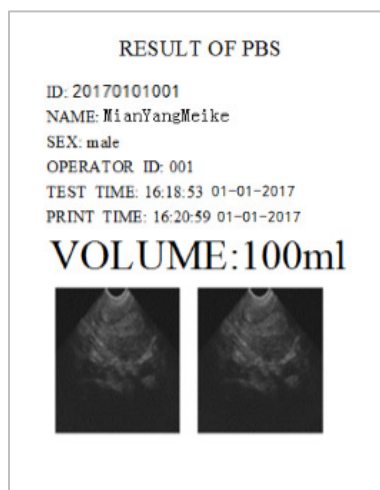

Bild 7-45 Utskrift av testresultat
7.15.° Utskrivet testresultat visas i Bild 7-45. ° bilder skrivs ut i testresultatet